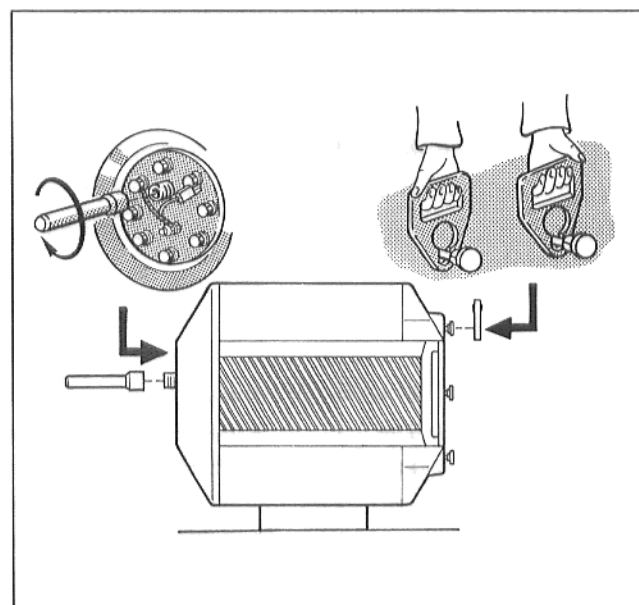

Fig. 4
- Accrocher les poignées de transport dans deux des pieds réglables de façon à ce que le petit diamètre soit dans le filet (fig. 4).
- Pour faciliter le transport, visser le tube présentant un manchon taraudé* dans le tuyau de raccordement du couvercle à regard (fig. 4).